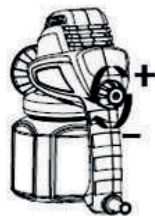

Рис. 4
4. Нажмите выключатель краскопульта и вращайте регулирующую ручку (Рис.4) до тех пор, пока не получите требуемую интенсивность распыления и конус распыла не будет иметь желаемую ширину. Туман распыла должен быть однородным, мелкодисперсным, без капель.